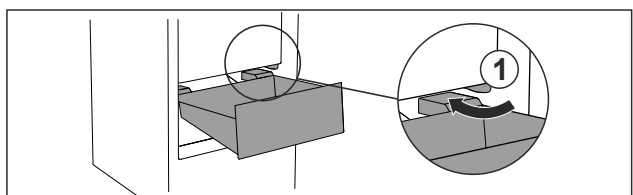

Fig. 81
- ▶ Poprowadzić szufladę ukośnie wokół stoperów Fig. 81 (1).